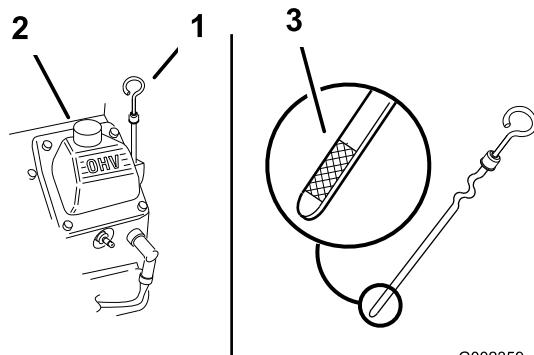

図 17
2. 給油口からごみが入ってエンジンを傷つけないように、ディップスティック（図 17）の周囲をウェスできれいに拭く。
3. ディップスティックを抜き取り、付いているオイルをウェスで拭きとつてもう一度完全に差し込む（図 17）。
- オイルの量がディップスティックの FULL 位置まであればよい（図 17）。
- 不足している場合は、補給管についているキャップ（図 17）を取り、Full 位置までオイルを補給する。入れすぎないこと。